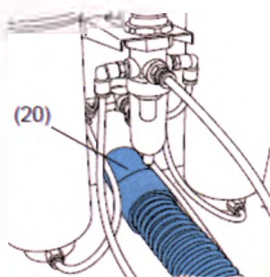

Рис. 15
5. Подключение к устройству отсоса (рис.15):
- Отсасывающий шланг устройства отсоса насадить на трубу (20).